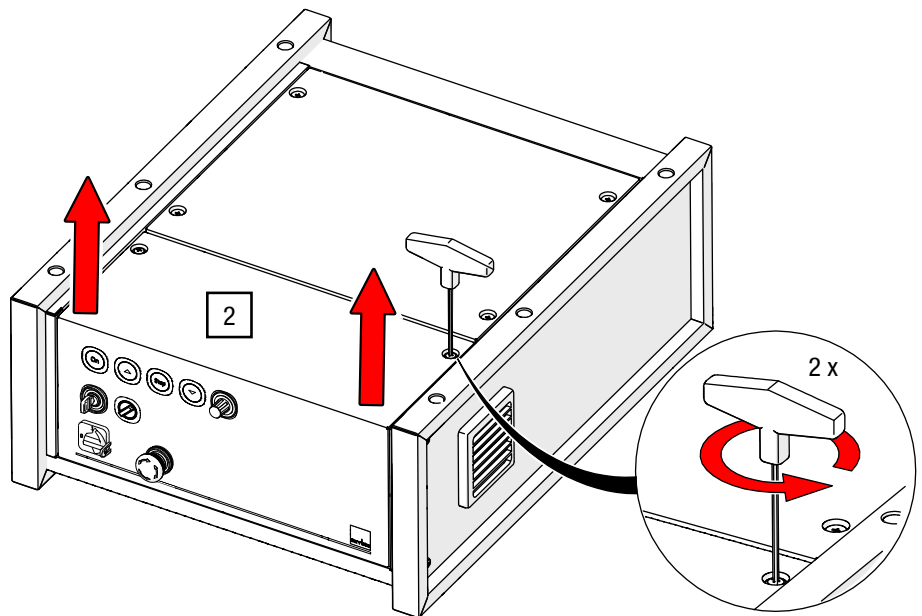

Abb. 36: G-FRAME 54 – Bedienfeld lösen und anheben (Modell kann abweichen)
2. Lösen Sie das Bedienfeld mit dem ISK SW 3 an beiden Seiten und heben Sie das Bedienfeld ab (siehe Abb. 36).